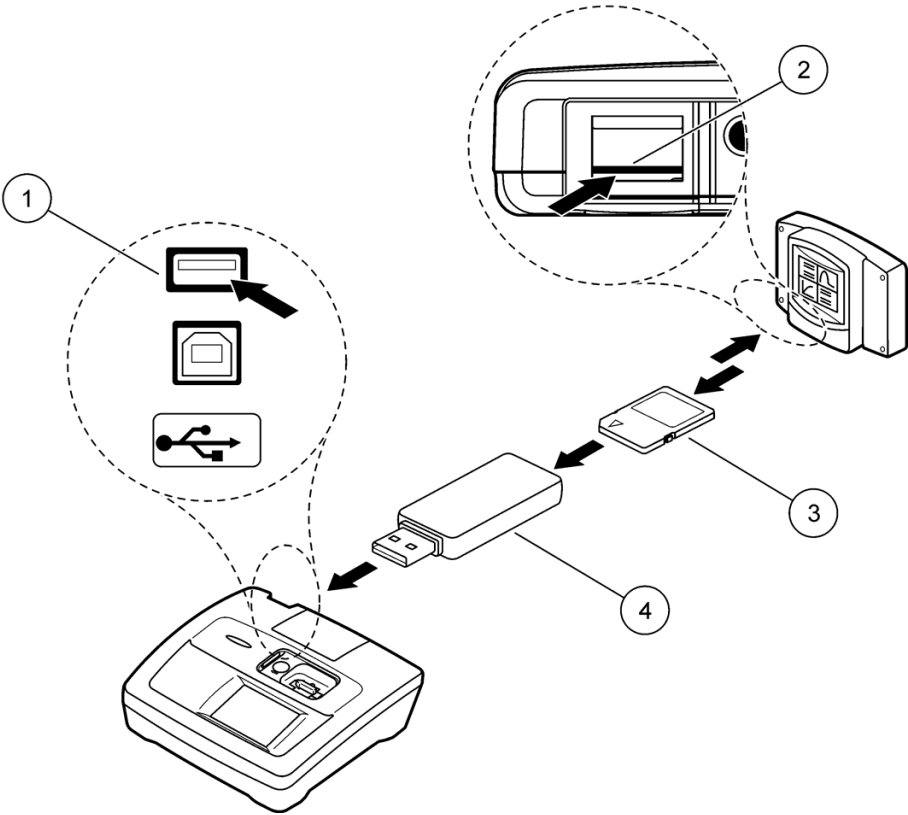

Figura 1 Cómo exportar datos del controlador sc1000 al DR 3800
1. Inserte la tarjeta SD SanDisk en el adaptador USB y conecte el adaptador USB a la interfaz USB (tipo A) del DR 3800 (consulte Figura 1 en la página 93).